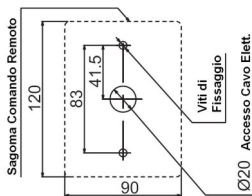

Fig. 1
2. Praticare 3 fori nel muro (Fig.1), uno per il cavo, due per le viti di fissaggio. Applicare i tasselli se necessario.
2. Rimuovete il cappuccio rosso protettivo dal connettore a 3 pin marcato “EZ Connect” che si trova fra i cablaggi dell’unità Master (Fig.1).
4. Verificare che il tipo di gas selezionato tramite la posizione dei microinterruttori del PCB (Fig.1) coincida con il gas dell'impianto (fare riferimento alla tabella riportata a **pag.37**).